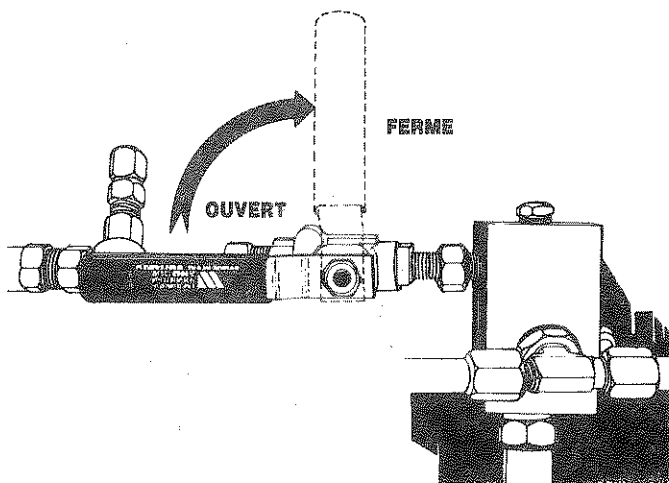

Fig. 11
1. Placer le robinet sur la position fermée, *Fig. 11*.
4. Après cela, ouvrir le robinet, *Fig. 11*. NOTE: Si ceci n'est pas fait, la pression sera insuffisante.